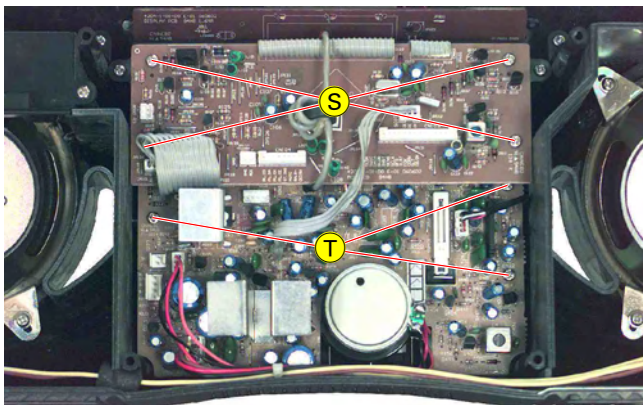

Fig. 12
- 4 Schrauben **S** (Fig. 12) herausdrehen.
- 3 Schrauben **T** (Fig. 12) herausdrehen.
- Undo 4 screws **S** (Fig. 12).
- Undo 4 screws **T** (Fig. 12).